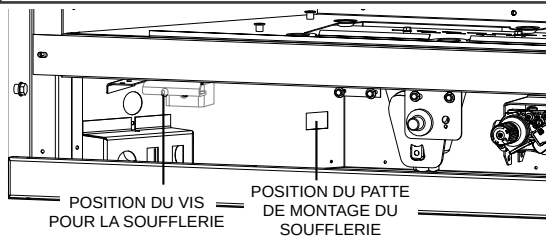

Fig. 1
F. Faites pivoter la soufflerie dans le bas de l'appareil, assurez que le joint d'étanchéité reste en place entre le soufflerie et le foyer pendant que vous glissez le soufflerie contre la côté gauche dans la patte du montage du soufflerie. Fixer en place utilisant une vis, voir Figure 1 et 2.